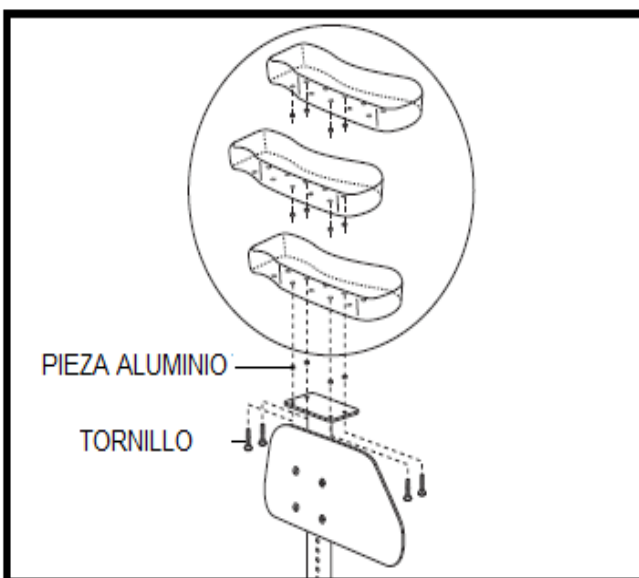

Figura 14. Ajuste de profundidad del acolchado
1. Quite los cuatro tornillos y sus cuatro piezas de aluminio de la parte inferior de la almohadilla de reposabrazos. Ver la figura 14.